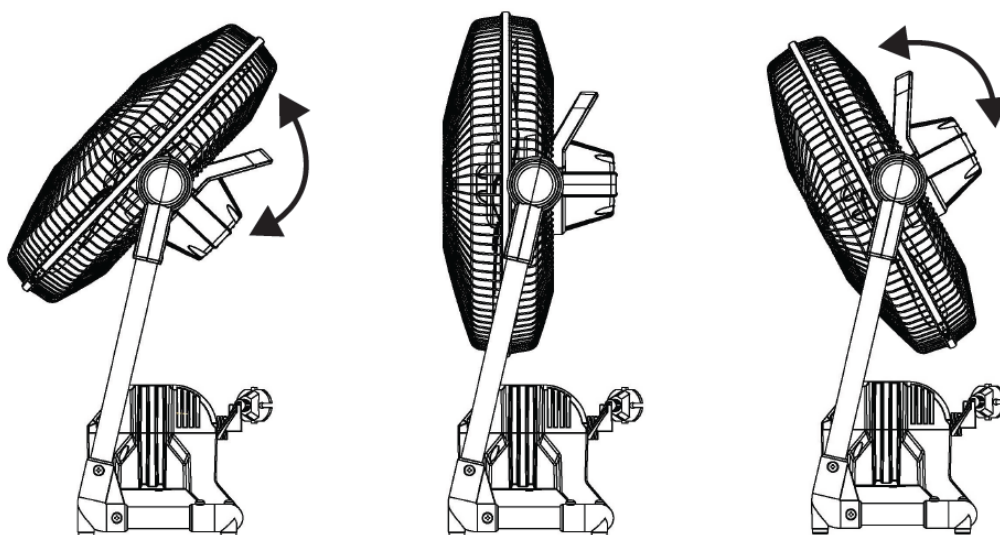

Fig. 3
- Per regolare l'angolazione della ventola in verticale, spingere o tirare delicatamente la maniglia della ventola. (Vedi Fig 3)